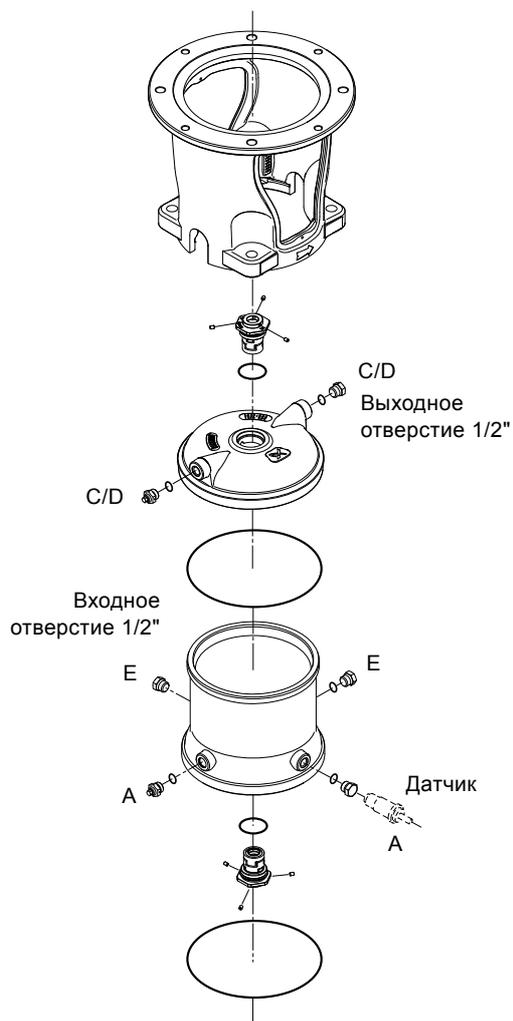

Рис. 1 Камера уплотнения CR, CRN 95, 125, 155
1	<p>Подсоединить трубопровод для подачи запорной жидкости</p> <ul style="list-style-type: none"> Соединить один торец с камерой уплотнений (поз. E, рис. 1). Другой торец - с нагнетательным патрубком дозирующего насоса.
3	<p>Заполнение и удаление воздуха из камеры уплотнения</p> <ul style="list-style-type: none"> Запустить дозирующий насос. Заполнить камеру уплотнения и удалить из неё воздух через винт вентиляционного отверстия в верхней части камеры (поз. C/D, рис. 1). <p>Дозировочный насос автоматически остановится, когда будет достигнуто давление, заданное на этапе 2.</p>
4	<p>При работе с подпором</p> <ul style="list-style-type: none"> Открыть в головной части насоса вентиляционное отверстие (поз. A, рис. 1), закрытое винтом. Закрыть задвижку на стороне нагнетания насоса. Открыть задвижку со стороны всасывающего патрубка насоса. Медленно заполнить насос перекачиваемой жидкостью. Когда жидкость начнет вытекать через вентиляционное отверстие, немедленно закрыть его, завернув винт до упора. <p>При работе на всасывание</p> <ul style="list-style-type: none"> Открыть в головной части насоса вентиляционное отверстие (поз. A, рис. 1), закрытое винтом. Закрыть задвижку на стороне нагнетания насоса. Заполнить насос и всасывающий трубопровод перекачиваемой жидкостью, используя для этой цели воронку. Когда жидкость начнет вытекать через вентиляционное отверстие, немедленно закрыть его, завернув винт до упора. <p>Внимание: Во всасывающем трубопроводе необходимо установить обратный клапан.</p>
- Через несколько минут после пуска необходимо еще раз удалить из насоса воздух через винт вентиляционного отверстия (поз. А, рис. 1).
Слить жидкость из камеры, отвернув самую нижнюю пробку (поз. E, рис. 1).